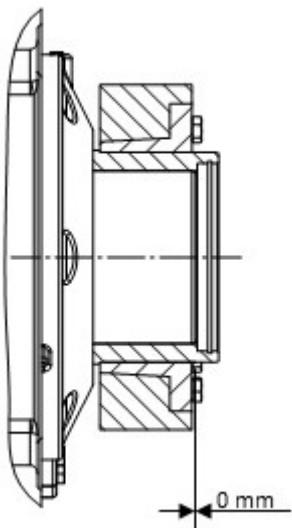

**Рисунок 14: Монтаж сплошного вала машины при наличии полого вала специальной конструкции с применением стяжной муфты**
- Если полый вал имеет специальное исполнение с бронзовой втулкой, необходимо нанести смазку на сплошной вал машины в той зоне, которая позже будет контактировать с втулкой полого вала (Рисунок 14). Бронзовая втулка не нуждается в смазке. На месте посадки стяжной муфты не должно быть смазки.